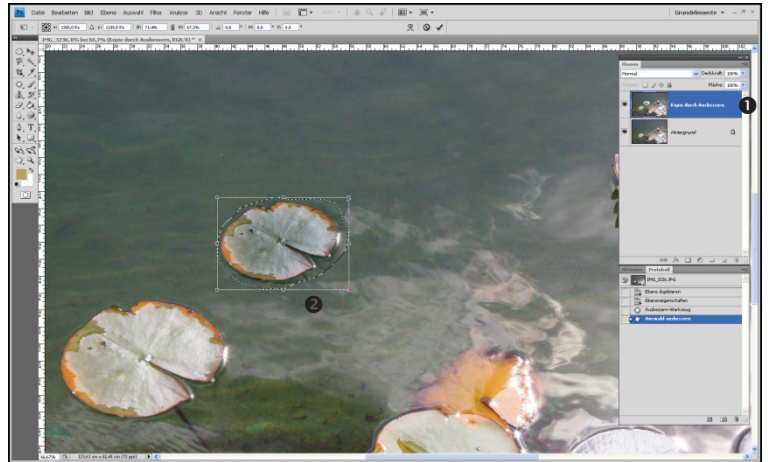

Abb. 11-76: Klonen von Bildelementen mit dem Ausbessern-Werkzeug
- **P EBENEN:** Die aktuelle Ebene mit gedrückter **liMt** auf das Icon **NEUE EBENE ERSTELLEN** ziehen ► Eine Ebenenkopie entsteht ► Diese Ebene ist ausgewählt (Abb. 11-76 ❶).
- Mit gedrückter **liMt** wird der ausgewählte Bereich verschoben. ► Nach dem Loslassen der Maus werden die Helligkeitswerte mit dem Hintergrund verrechnet. Die Auswahllinie ist noch aktiv (Abb. 11-76 ❷).